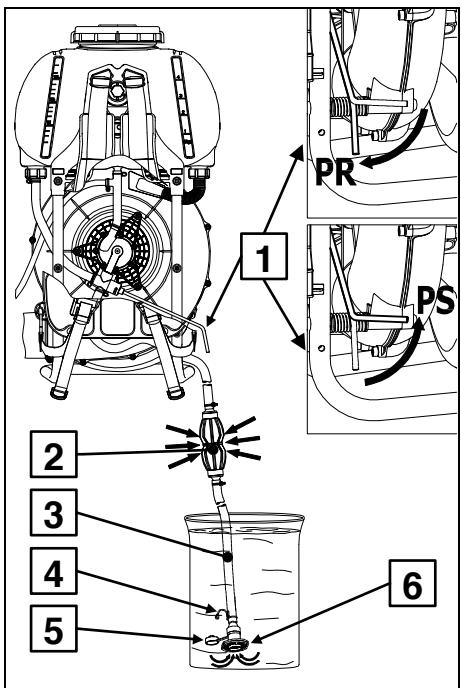

Figura 6 Pompa di spinta e riempimento
**Funzione di spinta:** Verificare che la leva deviatore (Figura 6 pos. 1) sia in posizione PS. Riferirsi alla tabella seguente che fornisce i dati della portata liquidi nelle 9 posizioni del regolatore (libretto Atomizzatore MB90 / AT 900).
- Nel caso il vostro atomizzatore sia un modello MB90 / AT 900 (cioè dotato di pompa di spinta e riempimento) verificate che la leva deviatore (Figura 6 posizione 1) sia in posizione **PS**.